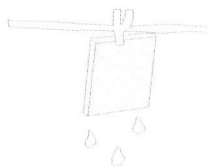

Рис.10
- Промойте фильтр теплой проточной водой и полностью высушите (рис.10).